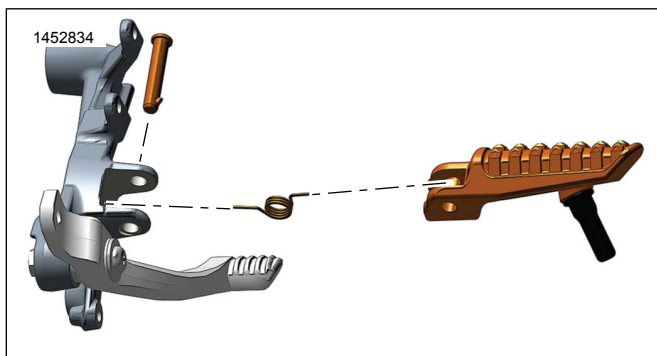
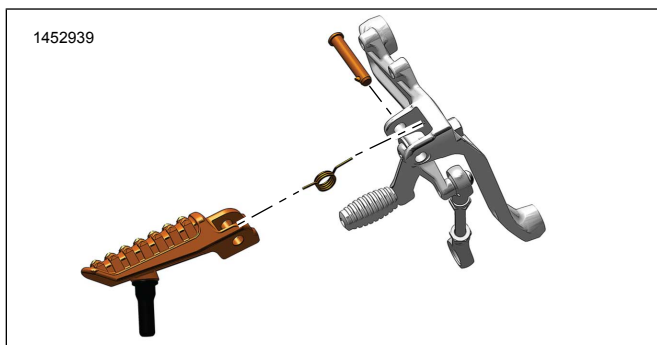

图3。脚踏-骑手-右侧
图4。脚踏-骑手-左侧
- b. 参见图3或图4。向外拉动脚踏组件，从支架上拆下组件。